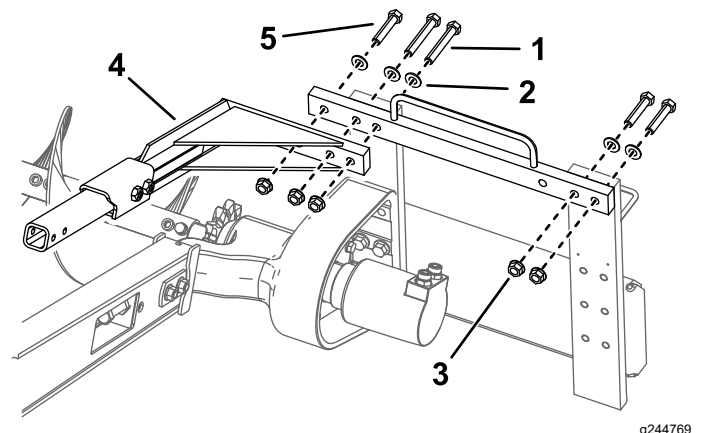

Bild 10
1. Schraube (6)
8. Entfernen Sie die zwei Schrauben ($\frac{5}{8}$ " x 3"), zwei Scheiben und zwei Muttern, mit denen die rechte Seite des oberen Rahmens befestigt ist, und versetzen sie in die entsprechenden Löcher an der linken Seite (Bild 10).
Schrauben, Scheiben und Bundmuttern über der Grabkette (**Bild 10**).